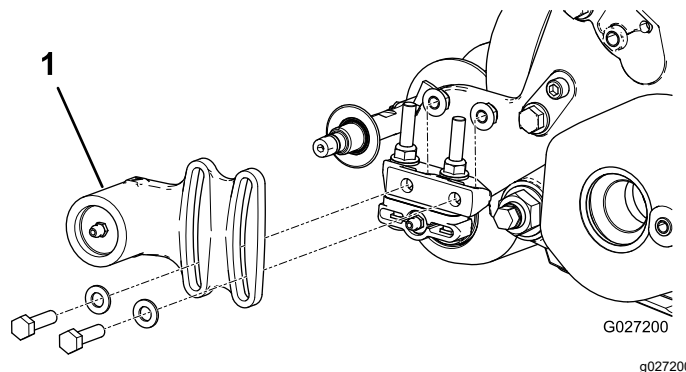
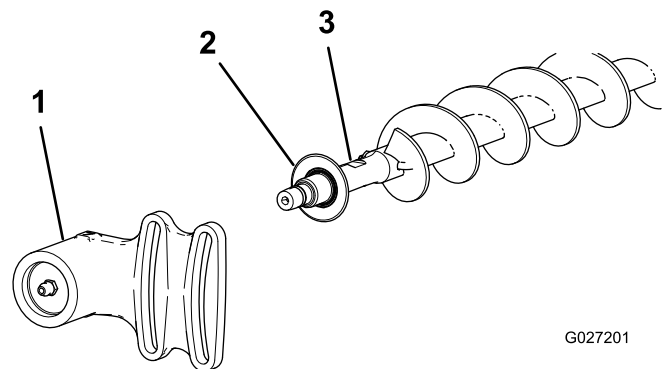

图 19
图 20
1. 如果滚刀组上安装有一个滚筒刷应拆下将非传动轴承座固定到轴承座安装支架 图 19 和 图 20 上的 2 个螺栓、垫圈和螺母。
2. 滑动非传动轴承座和防尘圈从刷轴上取下来 图 20。
9. 把防尘圈和非传动轴承座安装到刷轴上 图 20。